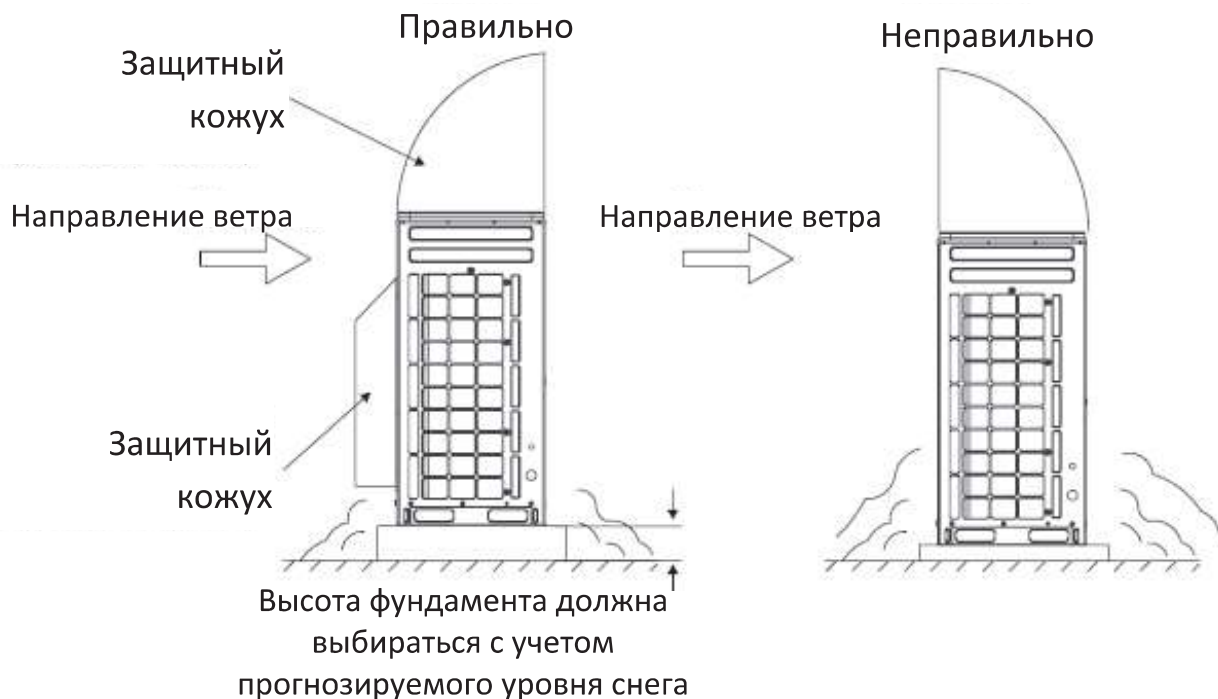

Рис. 11.7
11.1.8.1. В целях исключения попадания в корпус наружного блока осадков (снег, дождь) рекомендуется устанавливать на верхнюю часть блока защитный кожух (рис. 11.7).